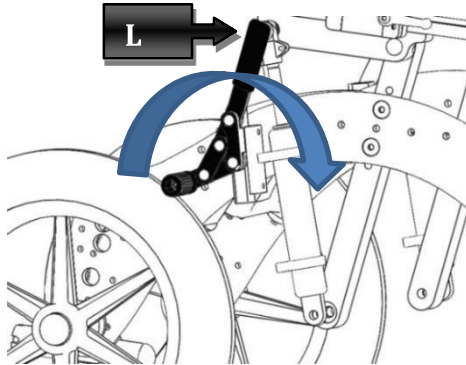

Abbildung 21
Um die Bremsen zu betätigen, den in Abbildung 21 gezeigten Hebel (L) benutzen. Auf diese Weise ist der Rollstuhl gegen jede willkürliche Bewegung blockiert. Diesen Vorgang für die Hinterräder wiederholen.